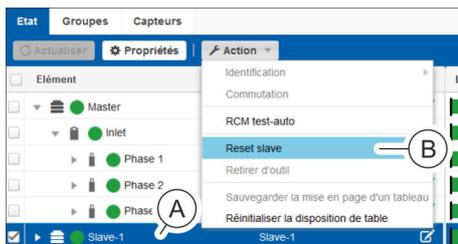

Fig. 100 : Menu « État » – Onglet « État »
2. Dans l'onglet « État », sélectionner le PDU esclave souhaité (Fig. 100 /A).
3. Réinitialiser le PDU esclave sélectionné grâce au point de menu « Action → Reset slave » (Fig. 100 /B).